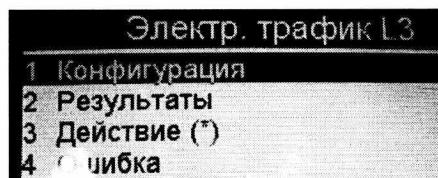

Рисунок 6
5.7.3 Нажать на стрелки выделить **Тест трафика L3** и нажать кнопку **OK**. Появится окно «**Электр. трафик L3**» - рисунок 6.